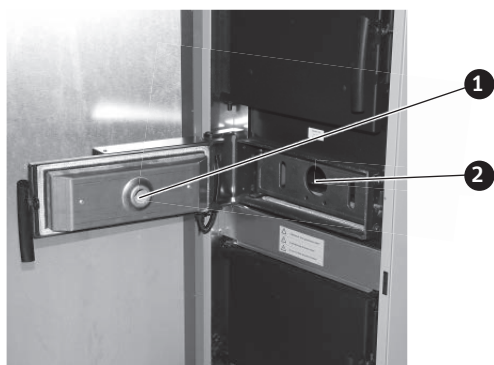

Fig. 36 Activer le levier de nettoyage des surfaces d'échange 5 à 10 fois
- ▶ Activer le levier de nettoyage des surfaces d'échange env. 5 à 10 fois – Fig. 36.